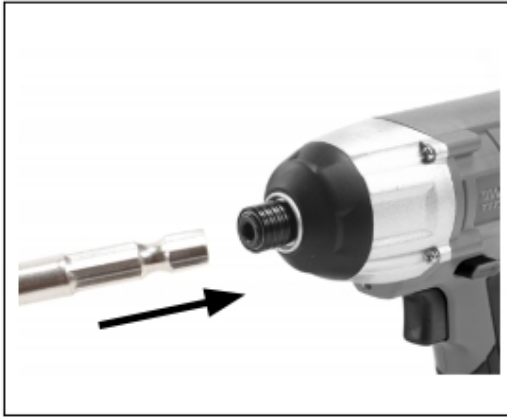

Fig.3
5.2) OPERATION FOR THE IMPACT DRIVER (FIG.3)